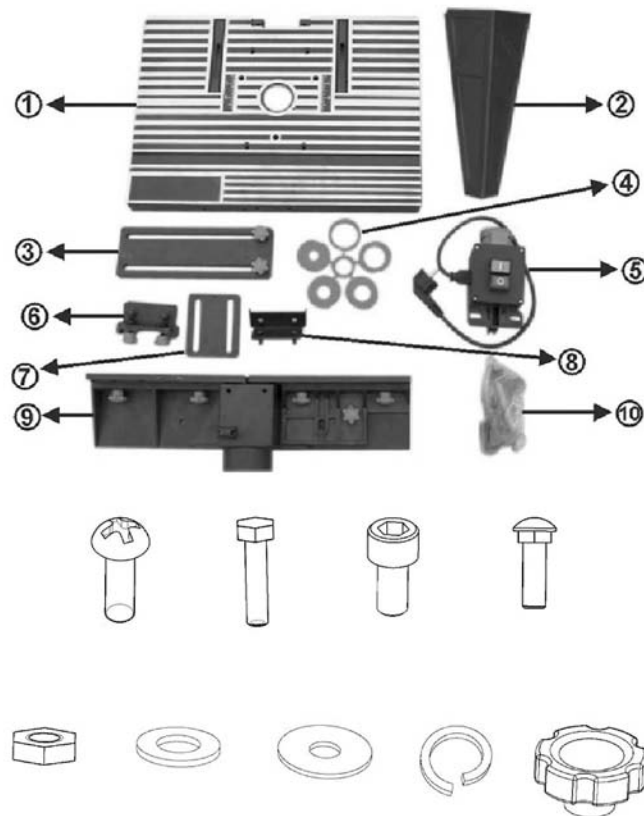

Fig.1
Montere fresebordet (fig. 1–13)
- Plasser bordplaten (1, fig. 1) opp ned på en flat overflate (fig. 2).
- Monter ett bordbein (2, fig. 1) ved hjelp av fire sekskantbolter (M6X1 2) og mutrer (M6) uten å skru helt til (fig. 3).
- Monter anlegget (9, fig. 1) ved hjelp av de medfølgende sekskantboltene, skivene og mutrene. Før inn boltene fra bordet underside gjennom hullene som er merket A (fig. 5). Plasser anlegget på boltene, og skru til med skiver og mutrer.